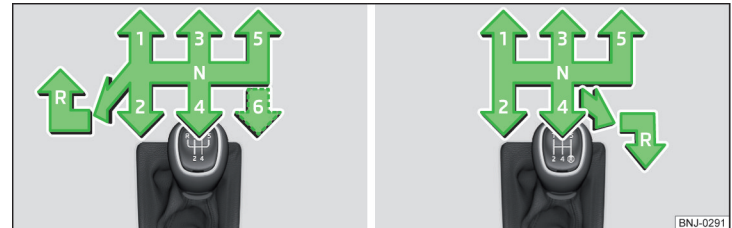

Abb. 211 **Schaltschema: Variante 1 (5-Gang- / 6-Gang-Getriebe) / Variante 2 (5-Gang-Getriebe mit dem 1,0 l MPI Motor)**
Auf dem Schalthebel ist das Schaltschema für die einzelnen Gangstellungen dargestellt » **Abb. 211.**
- › Den Schalthebel nach unten drücken, völlig nach links und dann nach vorn in **R**-Stellung stellen » **Abb. 211**.